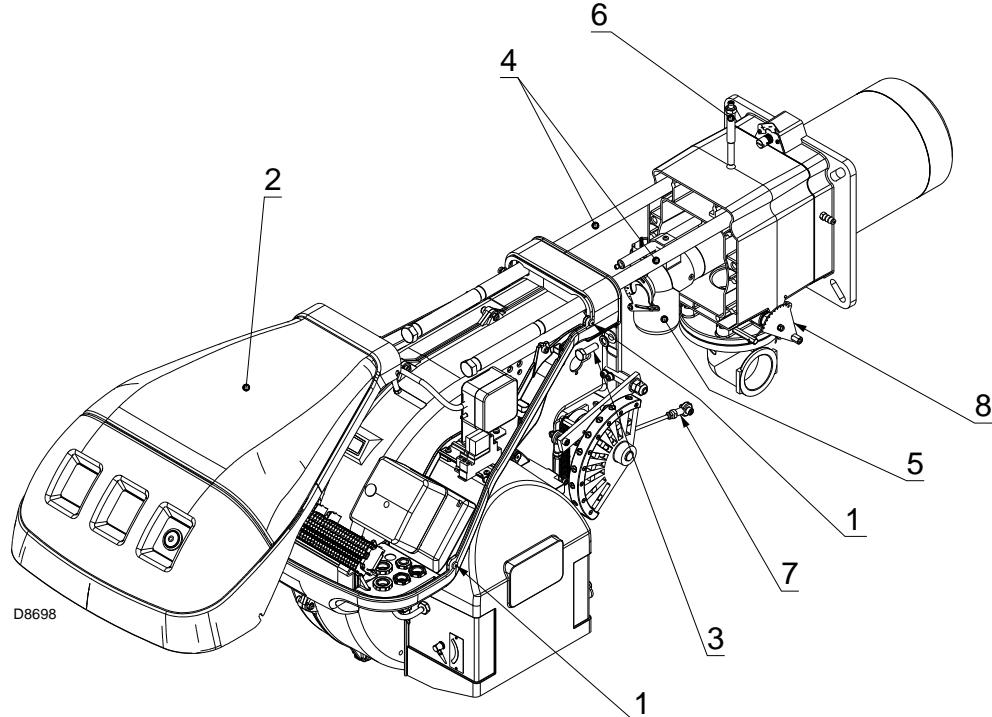

图 40
检查确认点火阶段的燃气出气孔（在燃烧头的燃气分配盘处）清洁无污物及锈迹。如有疑问，需拆下弯头 5(图 40)。
- 拆下螺栓 1)，同时取下保护盖 2)(图 40)。
- 重新拧紧螺丝 3)(图 40)，将探针和电极引线轻轻拉紧。